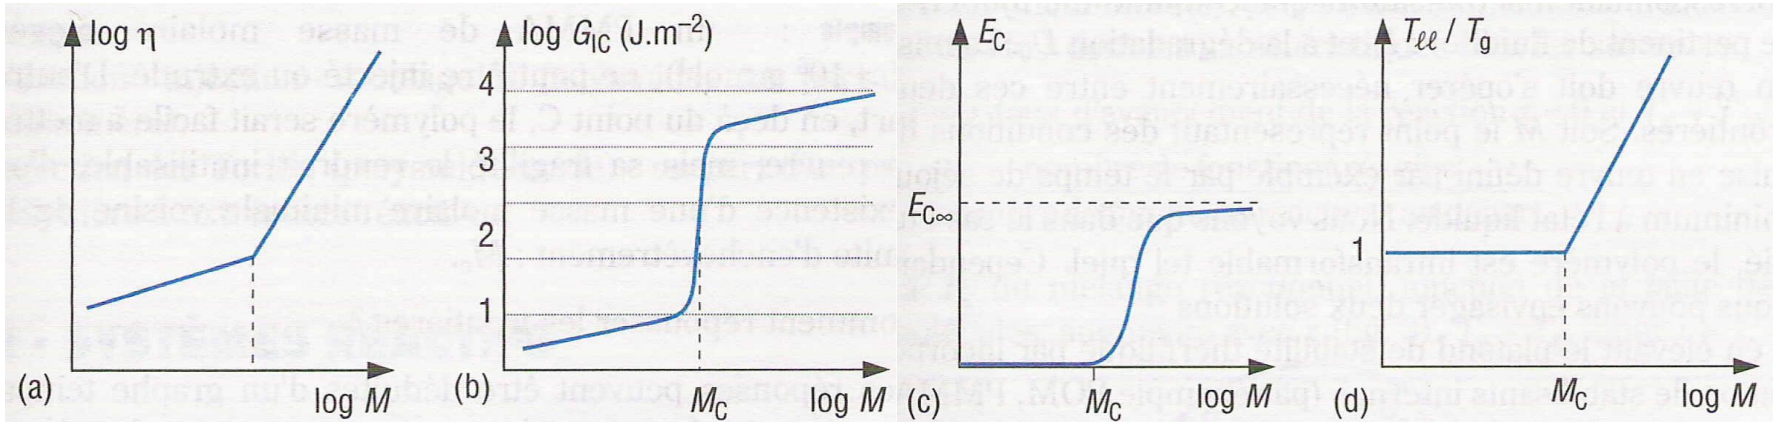

Fig. 7. Allure de la variation de quelques propriétés importantes autour de la masse molaire critique M_c :
- D'autres propriétés, par contre, comme la **viscosité** à l'état fondu, la **ténacité** ou de façon plus générale l'aptitude à subir des déformations plastiques, **l'élasticité caoutchoutique**, **varient de façon discontinue** (changement brusque) au **voisinage d'une masse molaire critique** généralement voisine de 10^4 g.mol^{-1} (fig. 7).